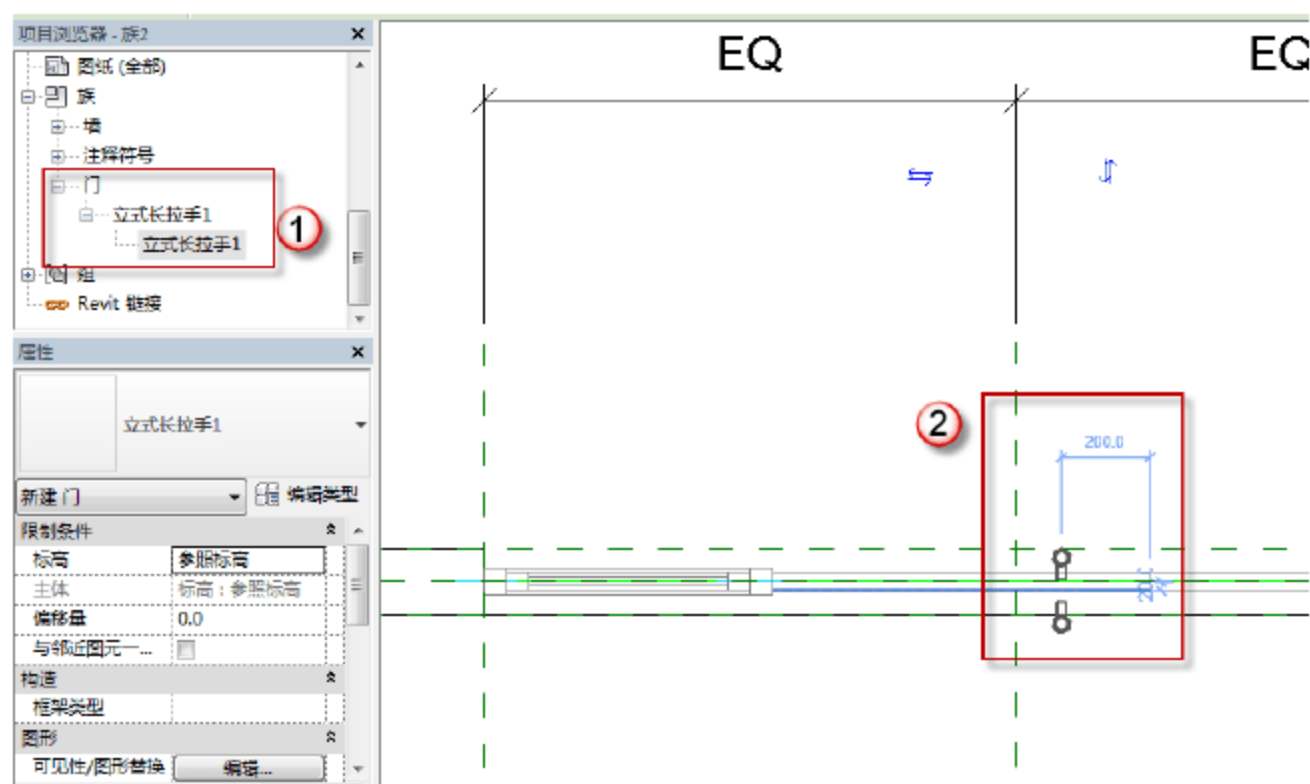
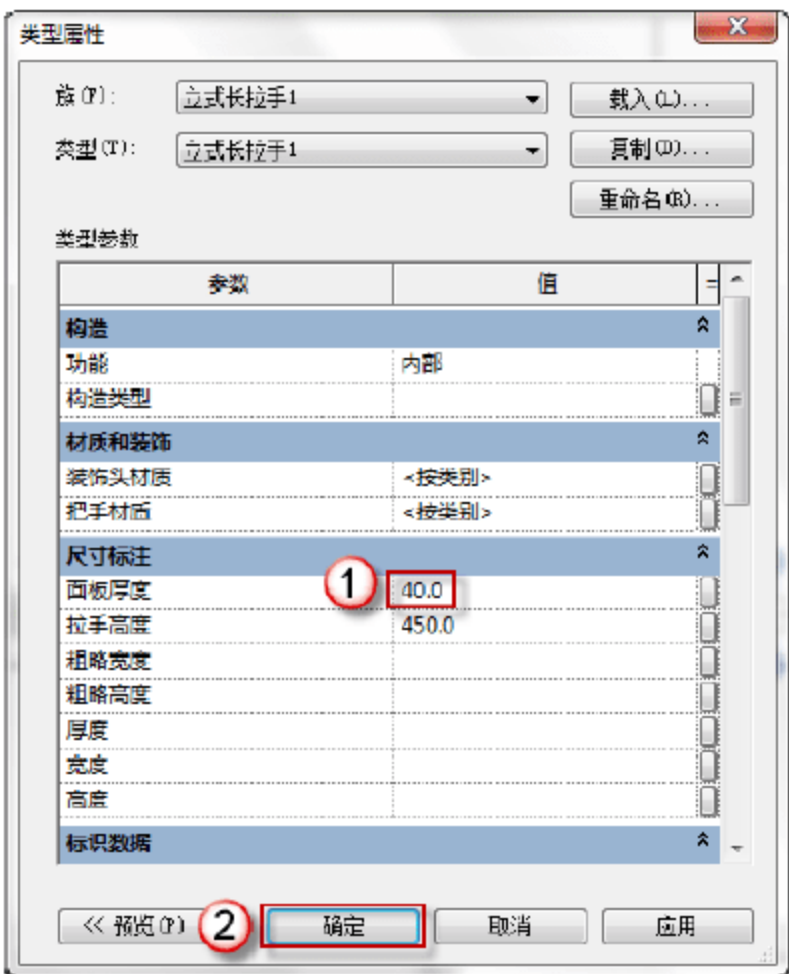

图 6.3.31 绘制立式长拉手 1
图 6.3.32 修改“立式长拉手 1”的面板厚度
(29) 绘制立式长拉手 1。选择“项目浏览器”中的“族”→“门”→“立式长拉手 1”选项，单击立式长拉手 1 并将其拖动至绘图区域如图 6.3.31 所示位置，按 Esc 键取消插入族命令。单击“属性”面板中的“编辑类型”按钮，弹出“属性类型”对话框，在“尺寸标注”栏的“面板厚度”中输入“40”字样，单击“确定”按钮，如图 6.3.32 所示。